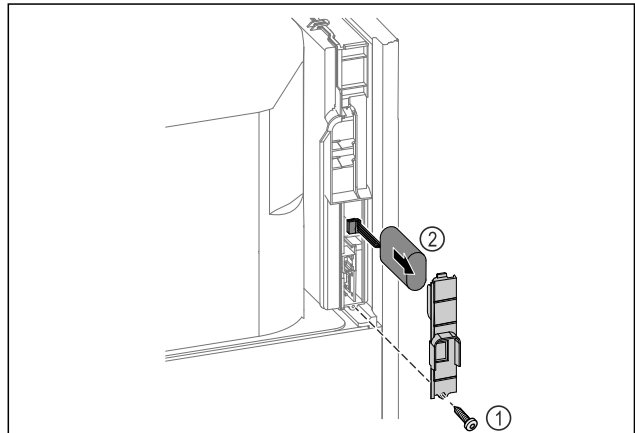

Fig. 255
- ▶ Deșurubați șurubul și scoateți capacul de pe partea din spate a aparatului Fig. 255 (1).
- ▶ Deconectați și scoateți bateria Fig. 255 (2).